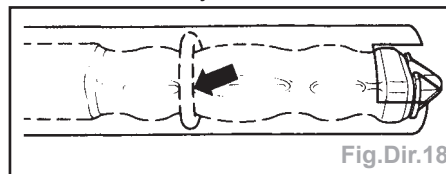

Fig.Dir.18
- Placer l'anneau en caoutchouc en suivant la flèche (Fig.Dir.18).